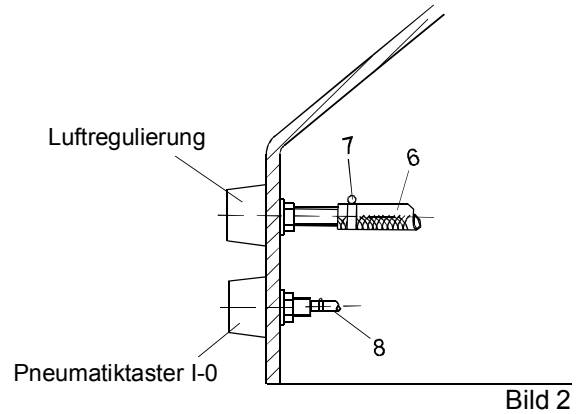

Bild 2
8. Gewebeschauch (6) \varnothing 14 mm, für Luftperlbild, auf die Tülle der Luftregulierung aufstecken und mit Klemme (7) befestigen (siehe Bild 2). Der Anschluß befindet sich in der Abdeckhaube.
9. Kunststoffschlauch (8)(Bild 2) \varnothing 3 x 1,5 mm vom Pneumatiktaster auf die Tülle des Druckwandlers am Klemmkasten aufstecken.
1. Das Ein- und Ausschalten der Anlage wird durch Druck auf den in der Haube eingebauten Pneumatiktaster vorgenommen (Bild 2). Der Taster kann vom Becken aus betätigt werden.
2. Die Luftregulierung ermöglicht es, über die Düse Luft anzusaugen um so einen Perlbadeffekt zu erreichen. Die Luftmenge ist vom Becken aus einstellbar (Bild 2).